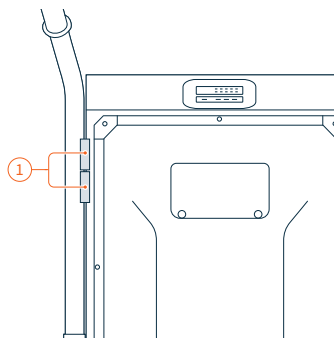

Fig. 11 Prises du betterGen (en surbrillance)
Le betterGen est équipé pour le raccordement d'appareils de deux prises différentes (fig. 11). Toutes deux sont conçues pour des appareils consommant jusqu'à 16 A (230 V, 50 Hz). La prise inférieure est prévue pour des charges capacitatives et inductives élevées à fort courant d'appel. La prise supérieure est prévue pour des charges capacitatives et inductives faibles.
1. Connectez l'appareil au betterGen (fig. 11/1).